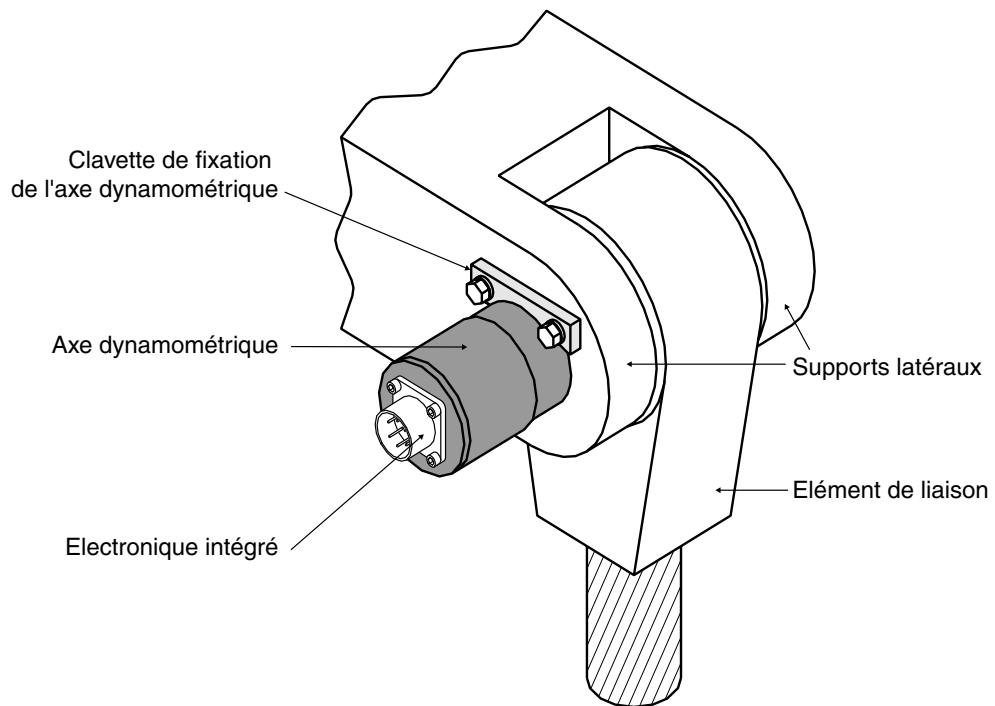

Figure 2-7 Axe dynamométrique de série LE / LU monté (axes LE/LU 210 à LE/LU 217)
2. Appuyer le manchon sur l'extrémité de l'axe—celle opposée au presse-étoupe ou au connecteur électrique (voir la *figure 2-7*) - en évitant de toucher le couvercle hexagonal (voir la *figure 2-8*).